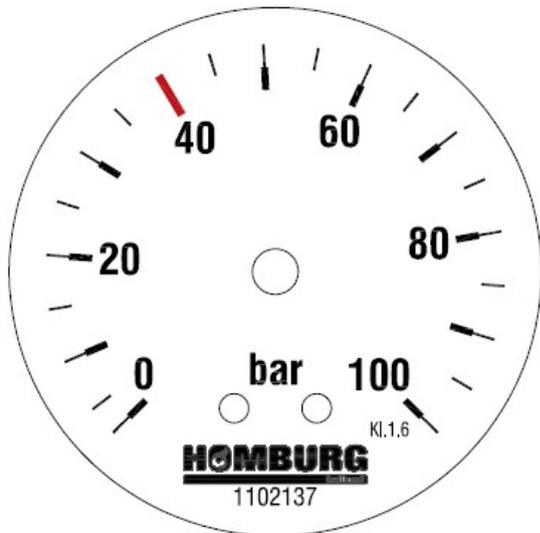

Abbildung 6 - Spülwasserdruckmesser
- B. Manometer. Zeigt den Spülwasser-Pumpendruck in bar an. (Siehe Abb. 6)